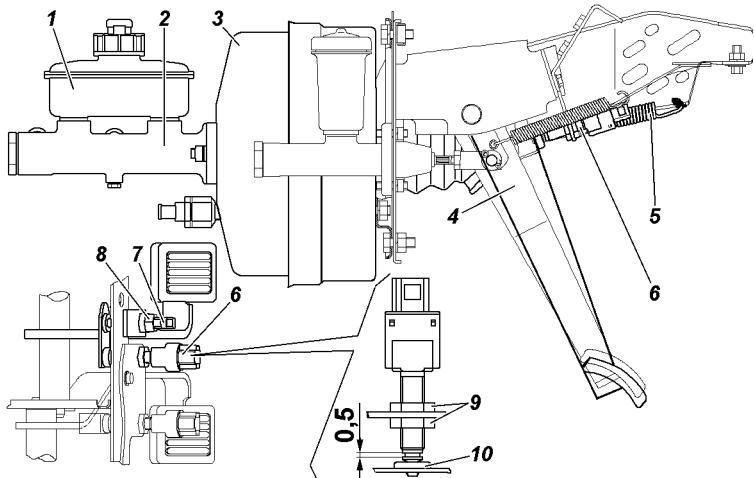

Рис. 9.43. Привод главного цилиндра:
Свободный ход педали тормоза. При необходимости вращением регулировочного винта 7 (рис. 9.43) выберите зазор в соединении: вилка толкателя вакуумного усилителя-палец-рычаг привода тормоза. Свободный ход педали должен быть 5-8 мм. После регулировки затяните гайку 8 винта с моментом 14 - 18 Н · м (1,4 - 1,8 кгс · м).
2. Переместите рычаг стояночного тормоза 1 (рис. 9.43) в крайнее нижнее положение.